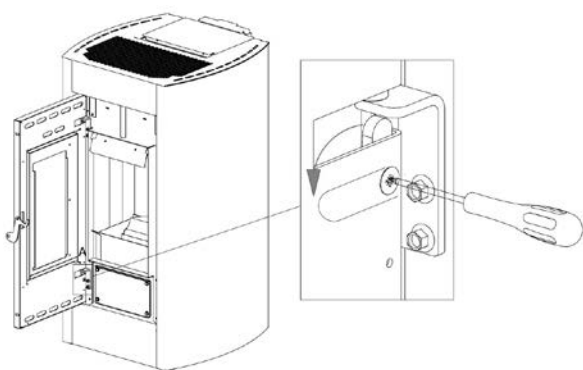

Fig. 37 - Retrait des vis
- À l'aide d'un tournevis, tourner le levier dans la direction de la flèche (voir **Fig. 37**).